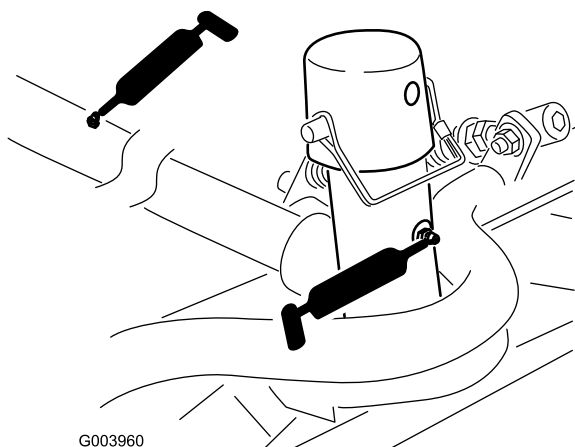

Bild 46
- Schneideeinheitträgererrahmen und Drehzapfen (2) (Bild 46)